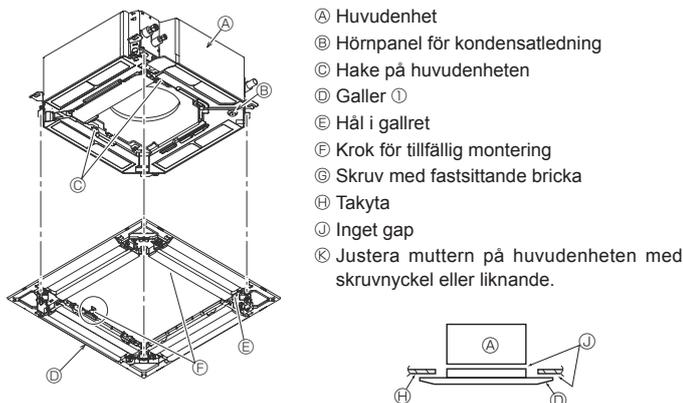

Fig. 9-6
9.4.2. Tillfällig montering av galleret (Fig. 9-6)
- Sätt fast galleret på huvudenhetsen genom att dra åt de förmonterade skruvarna. (Fig. 9-6)
Kontrollera att det inte finns några gap mellan huvudenhetsen och galleret eller mellan galleret och takytan. (Fig. 9-6)
- Efter åtdragning av skruven kontrollerar du att de två gallerkrokarna (Fig. 9-6) låses på krokarna på huvudenhetsen.